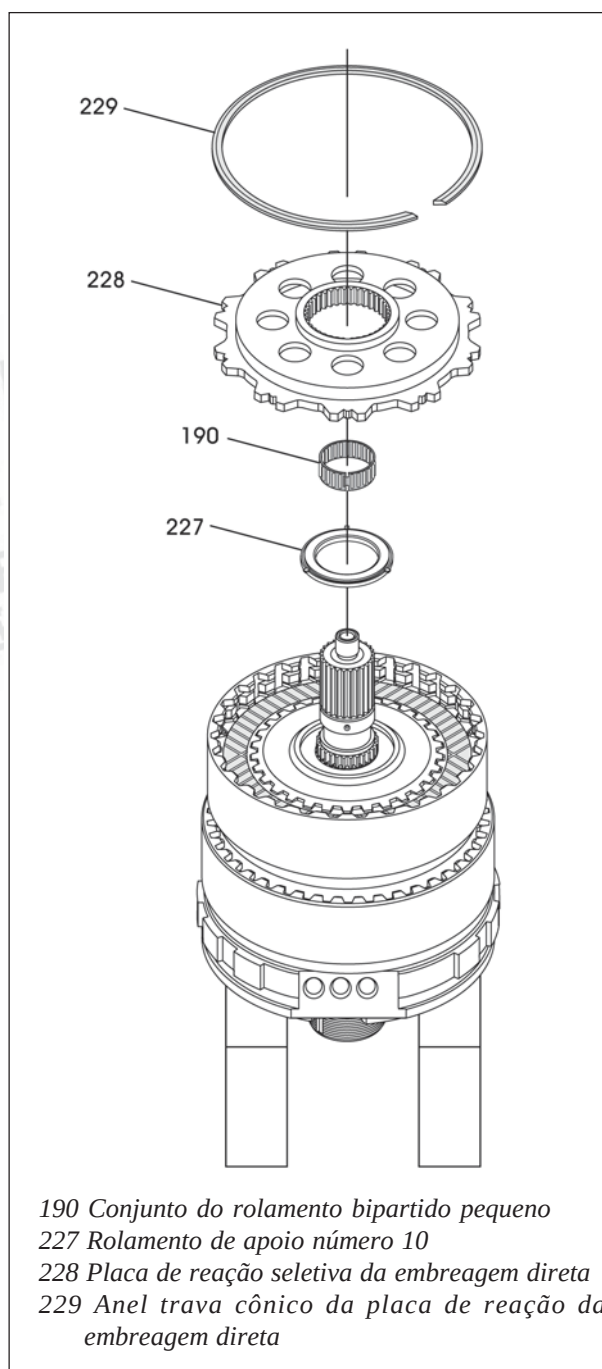

Figura 129
7. Gire o conjunto novamente e remova o anel trava cônico da placa de reação da embreagem direta, conforme mostra a figura 129.
8. Remova a placa de reação da embreagem da direita, conforme indica a figura 129.
9. Remova o rolamento bipartido de gaiola pequeno do eixo central da Underdrive, conforme mostra a figura 129.
10. Remova o rolamento de apoio número 10, conforme mostrado na mesma figura 129.